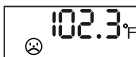

Fig. 4
7. Si la lectura es igual o superior a 100,4° F, la unidad emitirá una señal audible larga, seguida de dos cortas. Se visualizará una carita triste, Fig. 4.